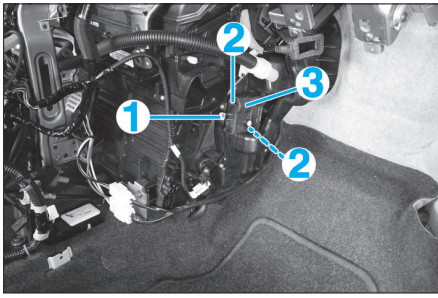

Fig. 20
- Débrancher le connecteur (1) (Fig.20),
- les vis (2),
- le motoréducteur (3).